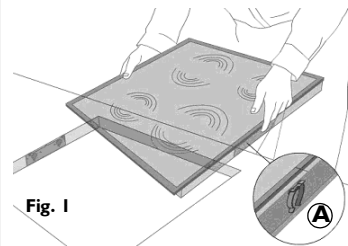

Fig. 1
- Placez les 4 attaches (A), si elles ne sont pas déjà installées, autour du cadran de la table de cuisson, dans le logement prévu à cet effet, voir la Fig. 1.